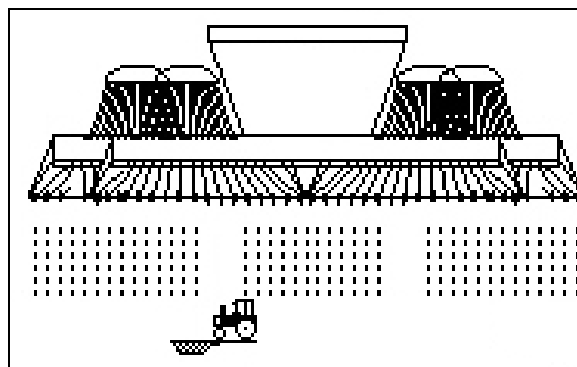

Рис. 54
1. Выберите функцию илистых (заболоченных) участков (Рис. 54).